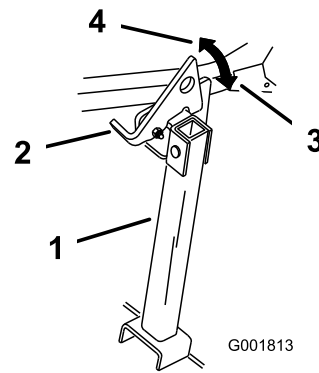

Bild 36
- Heben Sie den Riegel in die entsicherte Stellung an (Bild 36).